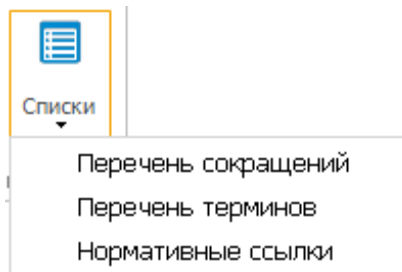
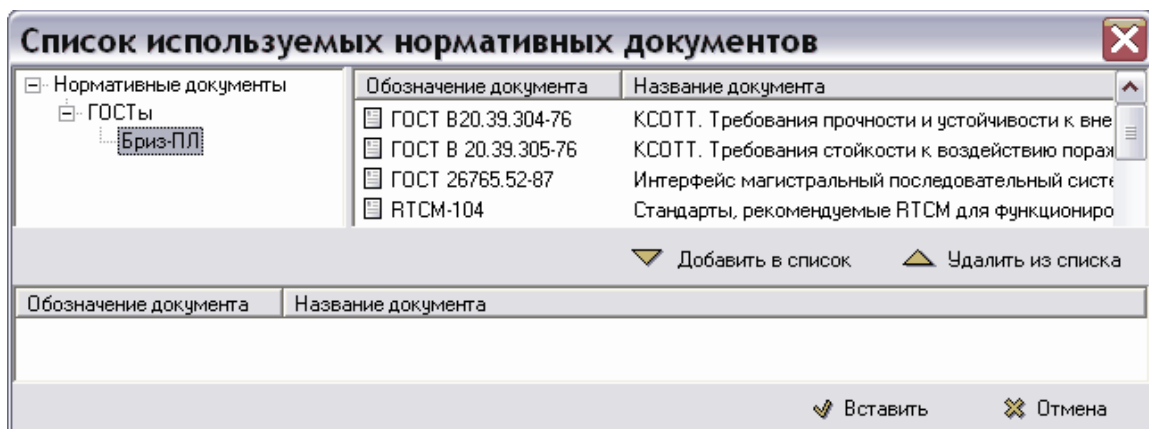

Рисунок 214
Рисунок 215
меню инструмента **Сокращения, термины и определения** , который находится на панели инструментов **Вставка** (рисунок 214).
выберите пункт **Нормативные ссылки** (Рисунок 214). После этого появится диалоговое окно **Список используемых нормативных документов** (рисунок 215).
3) В левом верхнем окне откройте список нормативных документов и выделите нужную категорию. При этом в правом верхнем окне появится список документов (рисунок 215).